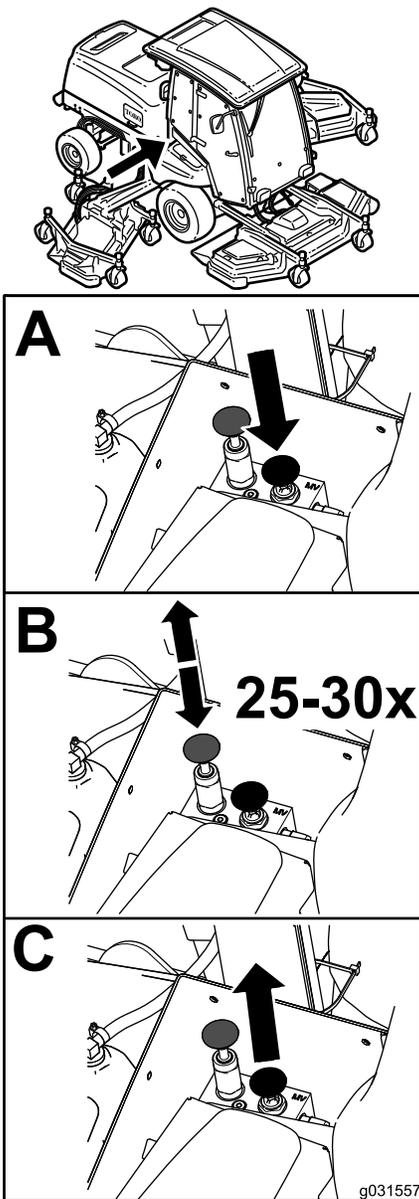

Рисунок 76
4. Вручную выключите автоматический стояночный тормоз, используя перепускной клапан и плунжер, как показано на Рисунок 76.